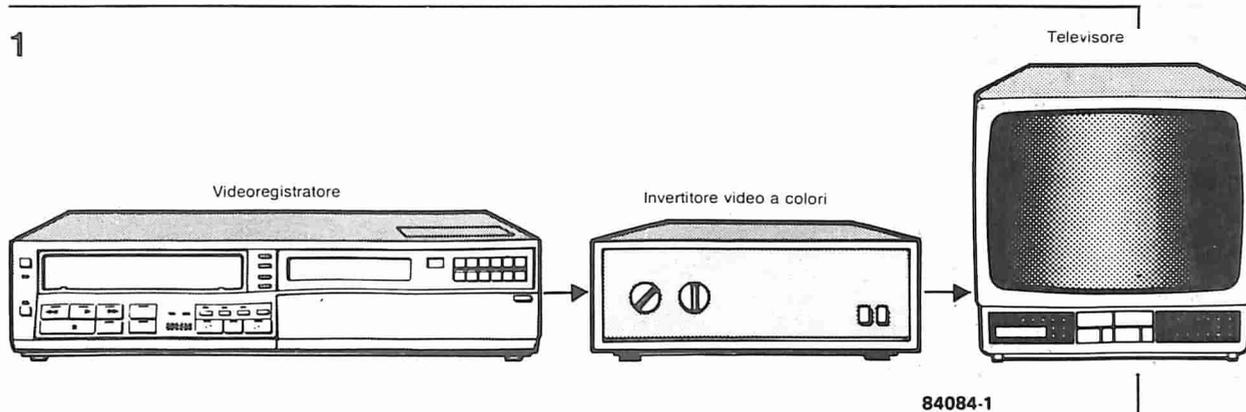
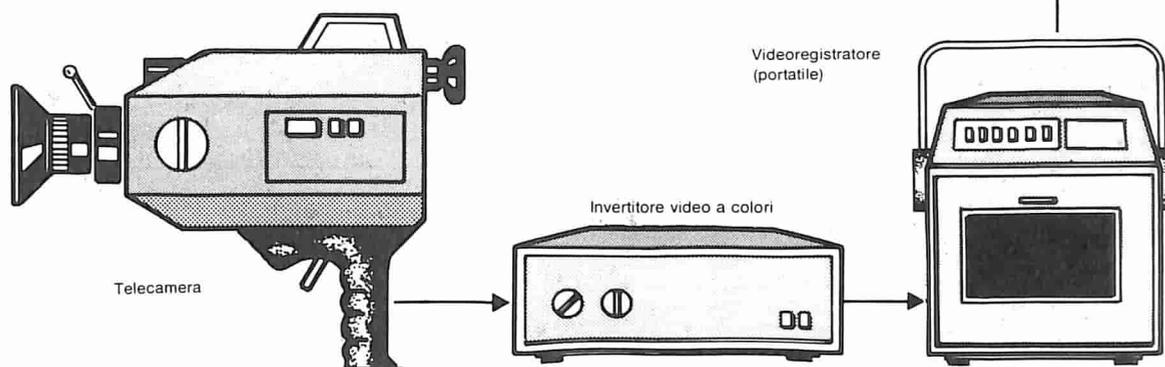

Figura 1. Se collegato tra un registratore video ed un televisore, l'invertitore può essere usato per ottenere effetti "curiosi" sullo schermo.
Figura 2a. Se collegato tra una telecamera ed un videoregistratore, l'invertitore può essere usato per modificare l'informazione che deve essere registrata.
L'accordatura di uno strumento musicale viene effettuata alla frequenza fondamentale, cosicché se, per esempio, deve essere accordata una corda di un pianoforte, la sua frequenza fondamentale viene confrontata con la frequenza emessa dall'oscillatore di riferimento del diapason. Questo procedimento origina due problemi: (1) l'onda fondamentale deve essere estratta per filtrazione dal suono composto generato dalla corda del pianoforte e, (2), il comparatore di frequenza funziona esclusivamente con onde rettangolari, perciò la nota dovrà essere convenientemente convertita. Un tipico suono composto è illustrato nella parte alta della Figura 1; la metà inferiore di questa figura mostra gli impulsi rettangolari che risultano quando il suono viene applicato ad un circuito di trigger. La serie irregolare di
Figura 1. Il suono della musica consiste in una miscela della frequenza fondamentale con determinate armoniche, e la composizione di questa miscela differisce da uno strumento all'altro. Un circuito di trigger converte il segnale in una serie irregolare di impulsi rettangolari.
Un esempio di trasformatore di bilanciamento è illustrato in Figura 1: nella parte 1a, questo componente consiste in due spezzoni di cavo d'antenna a piattina, mentre in 1b vengono usati due spezzoni di cavo coassiale. In entrambi i casi, gli spezzoni di cavo sono lunghi un quarto della lunghezza d'onda, e sono collegati in parallelo ad una estremità ed in serie all'altra. Le due proprietà più importanti di un simile balun sono la trasformazione dell'impedenza e la trasformazione della
Figura 1. Qui è illustrato il principio del trasformatore di bilanciamento: (a) usando un cavo bilanciato e (b) usando un cavo coassiale.  $Z$  è l'impedenza caratteristica del cavo usato.
Il modo più semplice di evitare la circolazione di queste correnti transitorie è di collegare l'antenna al cavo di discesa tramite un trasformatore, calcolato in modo da adattare le impedenze di 75 Ω, come mostrato in Figura 2a. Il trasformatore è a larga banda, non è necessario modificare il cavo coassiale e non c'è nulla da tarare: le cose non potrebbero essere più facili. Sfortunatamente, questa disposizione ha lo svantaggio di non funzionare più come induttanza pura alle frequenze più elevate.
Avvolgendo i trasformatori su un toroide di ferrite, potrà essere ottenuto un balun più piccolo, di minore ingombro. La Figura 3a mostra una disposizione elettricamente analoga a quella di Figura 2a: due spezzoni di filo di rame smaltato del diametro di 0,25 mm sono attorcigliati tra loro e poi avvolti in dieci spire sul toroide. Usando un nucleo T50-2, il trasformatore potrà essere usato per una banda di frequenza da 12 a 280 MHz.
L'impiego dell'invertitore per la modifica delle immagini nella registrazione video è illustrato in Figura 1. Il vostro apparecchio preferito potrà per esempio, essere impiegato per funzionare come parte della vostra discoteca di casa. Tutto ciò che dovrete fare è di registrare qualche adatto concerto ed attivare l'invertitore durante la riproduzione di certi passaggi. La Figura 2a mostra un sistema adatto per gli operatori di telecamere. È meglio usare un registratore che permetta un'editazione elettronica: questo registratore verrà fermato all'istante del passaggio da immagine normale ad immagine invertita e viceversa, in modo da evitare disturbi di sincronizzazione. Se siete abbastanza fortunati da possedere due videoregistratori (per esempio, uno alimentato dalla rete ed uno portatile), potrete usare la composizione mostrata in Figura 2b. Il vantaggio di questa disposizione è che potrà essere effettuata una ripresa filmata normale, mentre le modifiche all'immagine potranno essere aggiunte durante l'editazione del programma. L'amplificatore video (per esempio l'amplificatore di distribuzione video descritto nel numero 59 di Elektor - aprile 1984, pagg. 4-30) serve non solo per compensare le perdite nella catena di registrazione e di riproduzione, ma anche per dare la possibilità di usare come monitor un ricevitore TV con presa A/V.